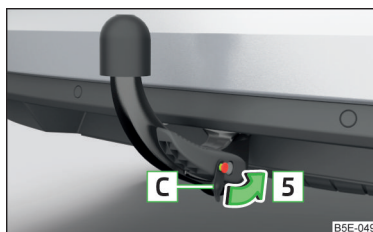

Fig. 172
- Posizionare il coperchio [C] sulla serratura nella direzione indicata dalla freccia [5] e premere » fig. 172.